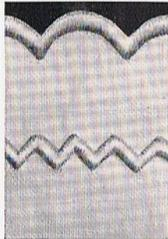

Abb. 64
**Langetten** (Abb. 64). Wie bei der Lochstickerei ist auch hier eine feste Spulenfadenspannung erforderlich. Der Stoff ist in den Stickring einzuspannen. Man verwende Nadeln Nr. 9 und Stick-Garn Nr. 50—60. Der Stickring ist in Form der Langetten mit den Händen zu führen. Der Überstich richtet sich nach der Größe der Langetten und der Stärke des einzunähenden Fadens (Perlgarn oder Baumwollfaden), der durch die vorher angebrachte doppelte Schnurführung (Nr. 2, Abb. 5) geführt wird. Die Langetten sind dann auszuschneiden.